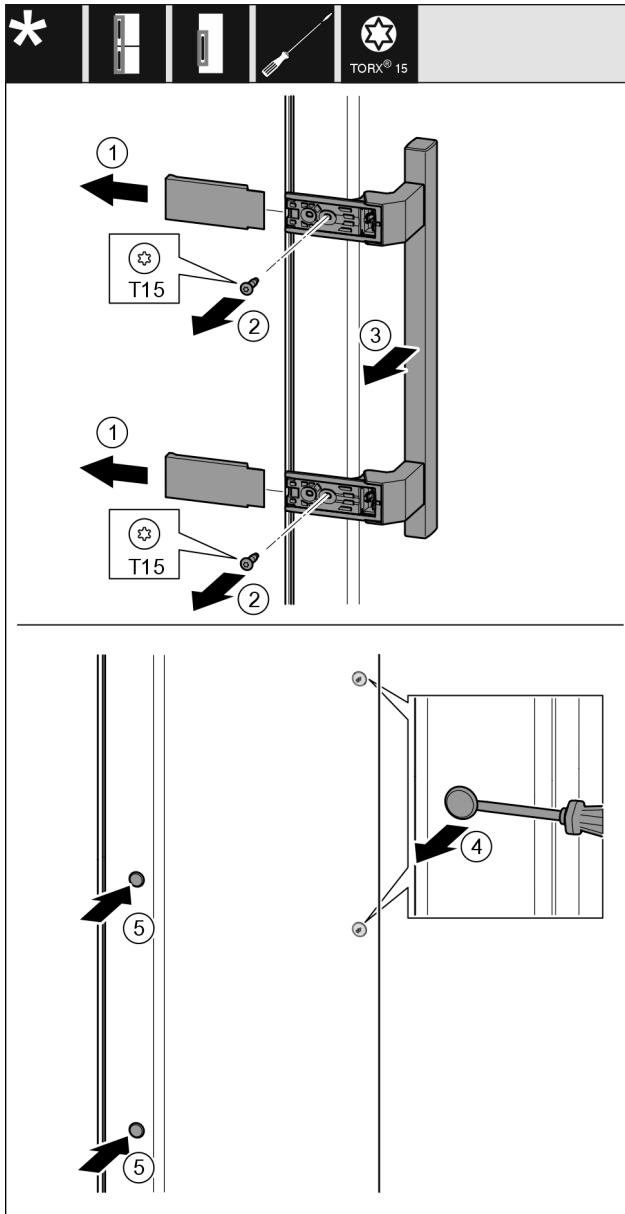

Fig. 46
- ▶ Abdeckung Fig. 46 (1) abziehen.
- ▶ Schrauben Fig. 46 (2) mit Schraubendreher herausdrehen.
- ▶ Griff Fig. 46 (3) abnehmen.
- ▶ Seitlichen Stopfen Fig. 46 (4) vorsichtig mit einem Schlitzschraubendreher anheben und herausziehen.
- ▶ Stopfen Fig. 46 (5) auf der anderen Seite wieder einsetzen.